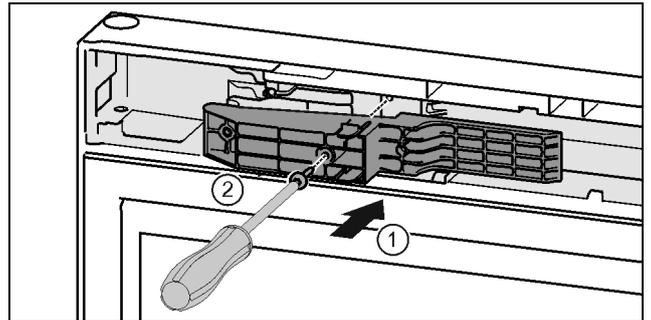

Fig. 48 *
- ▶ Inserte la pieza adaptadora por el lado del tirador en la escotadura. Fig. 48 (1)*
- ▶ Apriete el tornillo con el destornillador T15. Fig. 48 (2)*